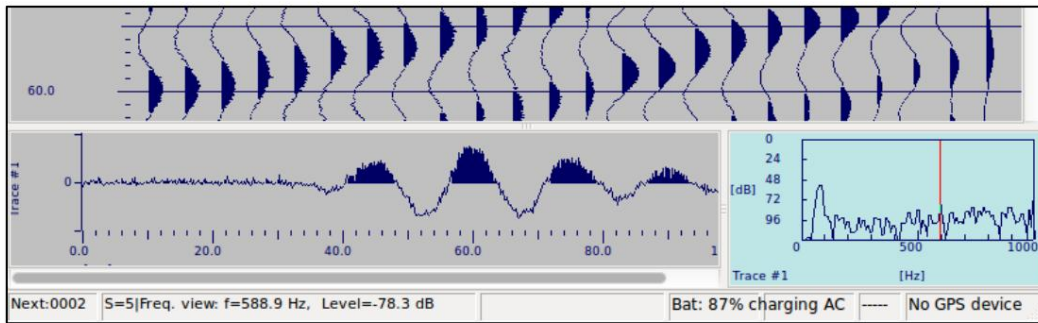

Figura 30 La vista de frecuencia con la línea de frecuencia
- Mover una línea de frecuencia a través de la vista (Figura 30)